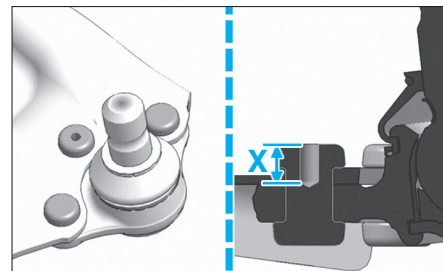

FIG. 25
- A l'aide d'un forêt de 3 ou 4 mm, prépercer dans l'axe du rivet et sur une profondeur X = 10 mm (Fig.25) les 3 rivets.